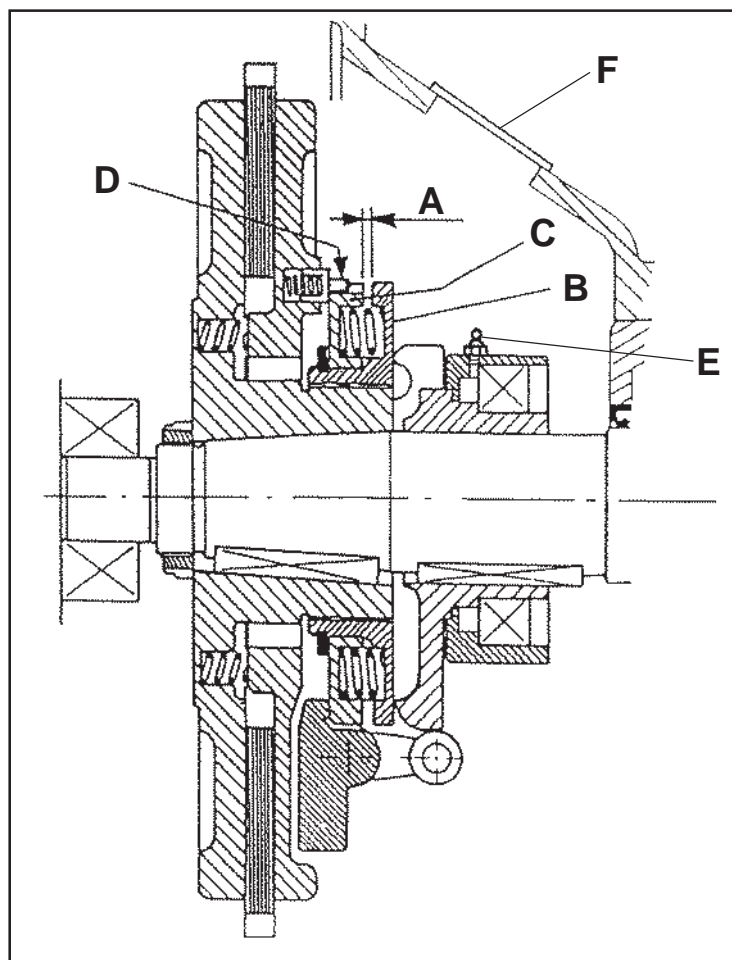

FIG. 26
Embrayer la vitesse et vérifier que l'espace (A) ne soit pas inférieur à 0,3 mm. (Fig. 26)
De koppeling terugschakelen en verifiëren of de ruimte (A) niet minder is dan 0,3 mm (Fig. 26).